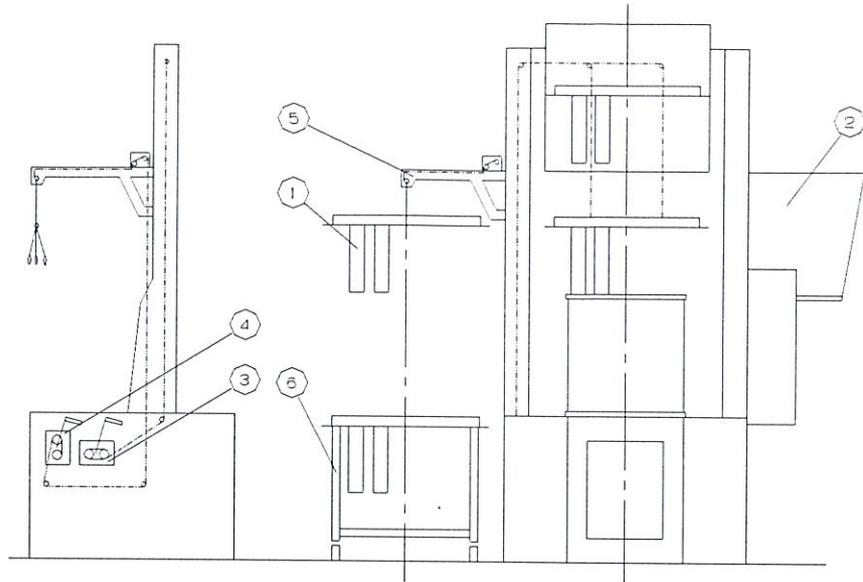

Fig 10
⑤フックボルトをセットし、Fig 10 の ④ 及び ⑤ により着脱操作を行って下さ
- ①給気エア-分岐リング
- ②固定ボルトを全て取り外して下さい。Fig 10の④⑤により、③を⑤吊りフックにセットし、着脱操作を行って下さい。